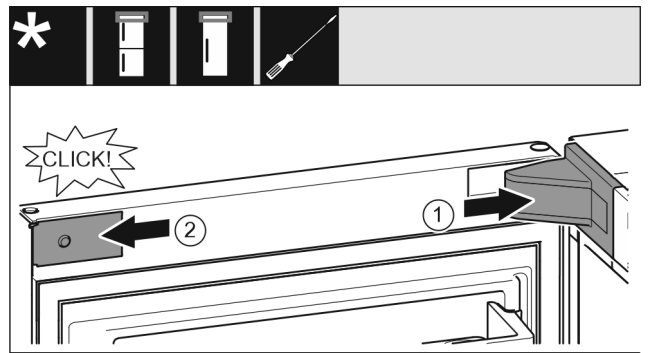

Fig. 26
- ▶ Helyezze fel és pattintsa be a csapágybak fedelét Fig. 26 (1), szükség esetén óvatosan nyomja szét.
- ▶ Helyezze fel oldalra a takarólemezt Fig. 26 (2), és pattintsa be.